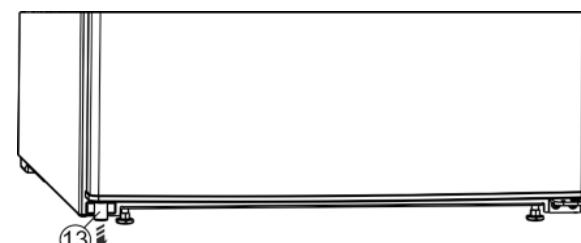

Fig. 4
- Извлеките из двери распорную деталь Fig. 4 (13) внизу слева.